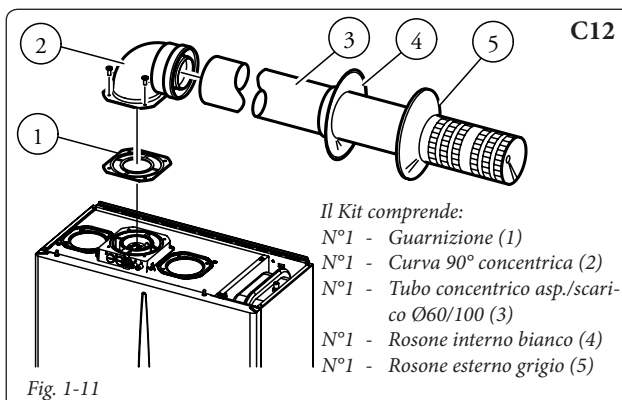

Fig. 1-11
Questo terminale permette l'aspirazione dell'aria e lo scarico dei fumi direttamente all'esterno dell'abitazione. Il Kit orizzontale può essere installato con l'uscita posteriore, laterale destra, laterale sinistra e anteriore (Fig. 1-11÷1-17).
Kit orizzontale di aspirazione - scarico Ø60/100. Montaggio kit (Fig. 1-11): installare la curva con flangia (2) sul foro centrale della caldaia interponendo la guarnizione (1) e serrare con le viti presenti nel kit. Innestare il tubo terminale (3) con lato maschio (liscio), nel lato femmina (con guarnizioni a labbro) della curva (2) sino a portarlo in battuta, accertandosi di avere già inserito il relativo rosone interno ed esterno, in questo modo si otterrà la tenuta e la giunzione degli elementi che compongono il kit.